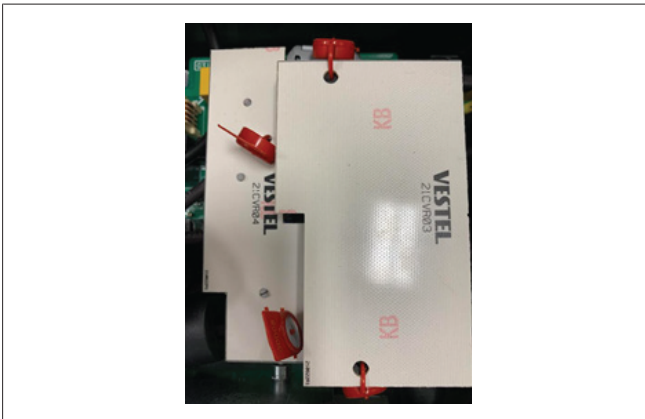

Abb. 46 Versiegelung der ACPW-Platine
- Es gibt auch Klemmen in und aus der ACPW-Platine. Diese Klemmen werden jede zur Sicherheit der Platine versiegelt, gemäß der Abbildung unten (siehe Abb. 46).